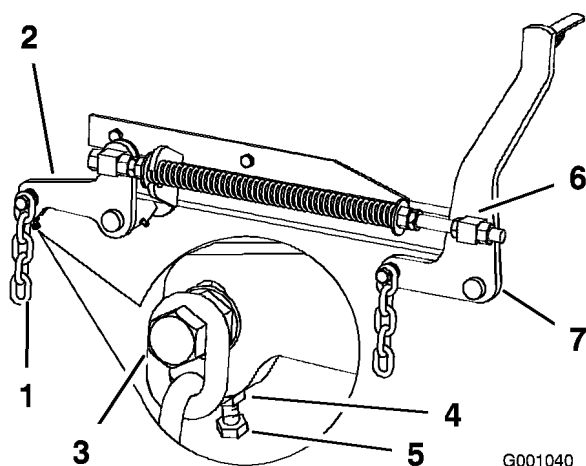

Figura 61
7. Si las medidas realizadas en las posiciones **B** o **C** no son correctas, afloje el perno que fija la cadena trasera al brazo de soporte trasero (Figura 61).
8. Afloje la contratuerca situada debajo del brazo de soporte trasero y ajuste el perno de ajuste hasta obtener una medida de 79 a 82 mm (3-1/8 a 3-1/4 pulg.) (Figura 61).
7. Afloje las contratueras de pivote delantero, en la parte delantera de los pivotes derecho e izquierdo, aproximadamente 13 mm (1/2 pulg.) (Figura 61).
8. Ajuste las tuercas de elevación en el lado izquierdo y derecho de la máquina hasta obtener 6 a 10 mm (1/4 a 3/8 pulg.) menos en la parte delantera en **A** que en la parte trasera, en **B** (Figura 61).